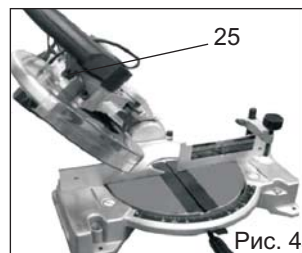

Рис. 4
установите новый пильный диск, установите внешний фланец и зафиксируйте его винтом крепления пильного диска, удерживая фиксатор шпинделя (25), (Рис.4) чтобы избежать прокрутку шпинделя во время затяжки винта.